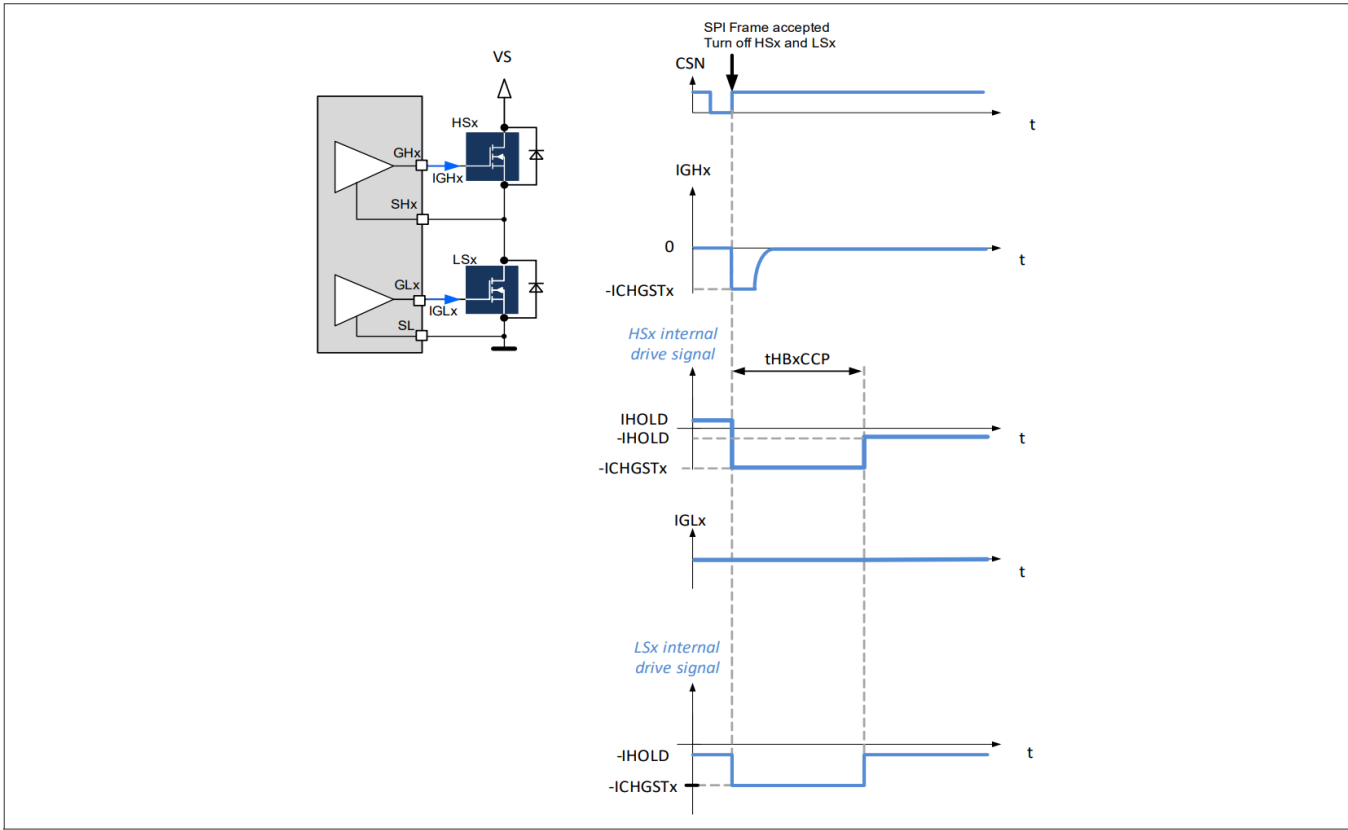

图9 半桥高边和低边MOSFET的关断
- HSx 和 LSx 的栅极，在 $t_{\text{HBxCCP Active}}$ 时间内（图 9）通过电流 $-\text{ICHGSTx}$ 放电